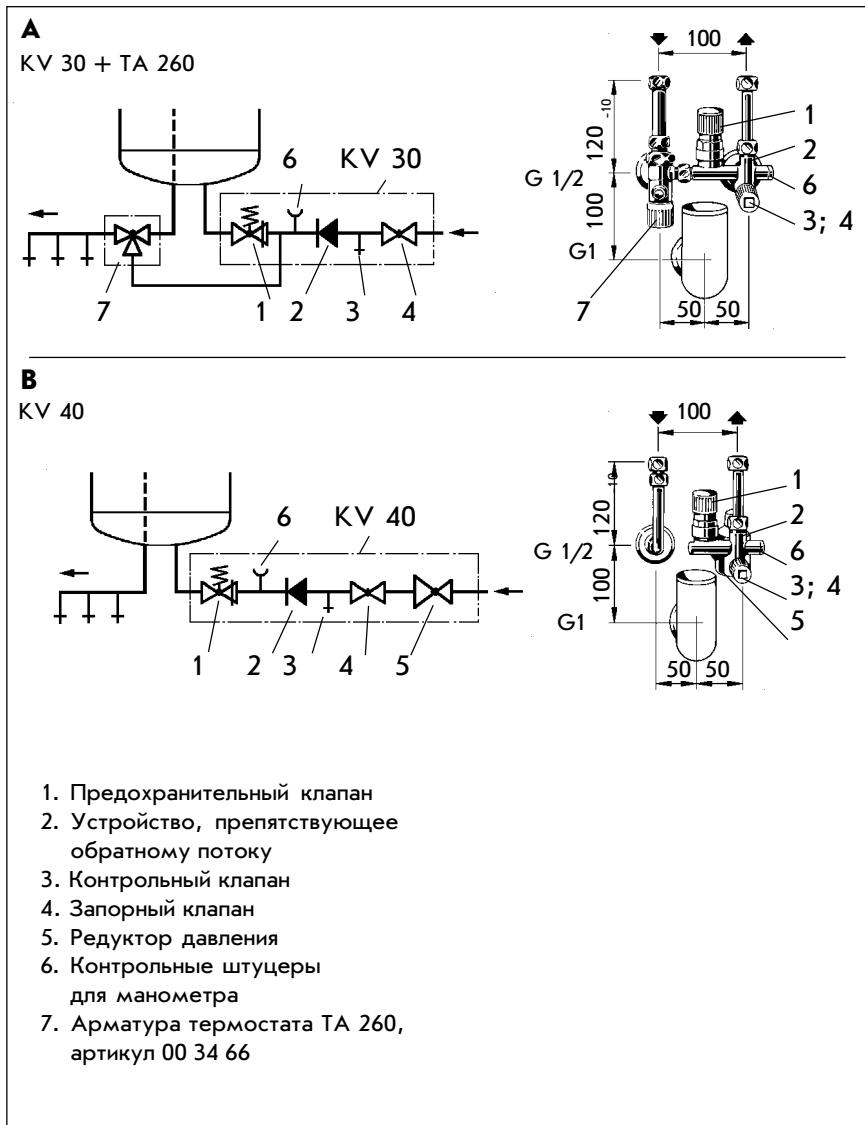

Рис. 7
- KV 30, артикул 00 08 26, давление в водопроводной сети до 4,8 бар (рис.7, А)
- KV 40, артикул 00 08 28, давление в водопроводной сети до 10 бар (рис.7, В).